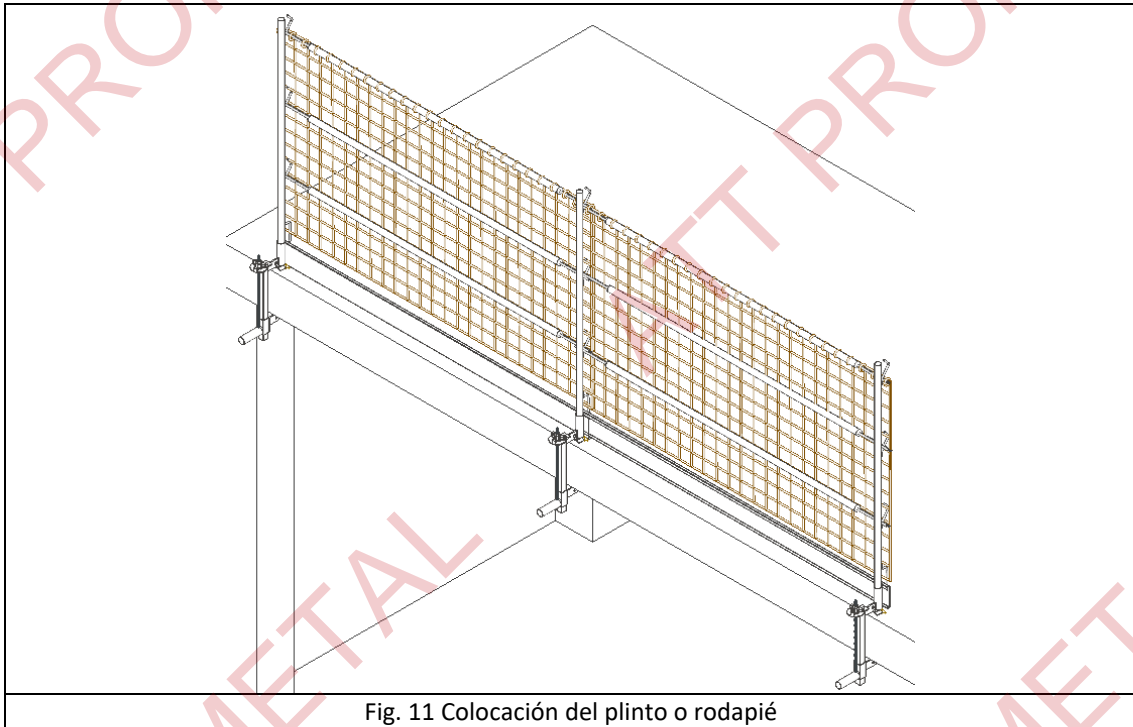

Fig. 11 Colocación del plinto o rodapié
7. Finalmente, el montaje del sistema se completará con la colocación del plinto o rodapié (Fig. 11 y 12), cuando la evaluación de riesgos, así lo exija por la posibilidad de caída de materiales.